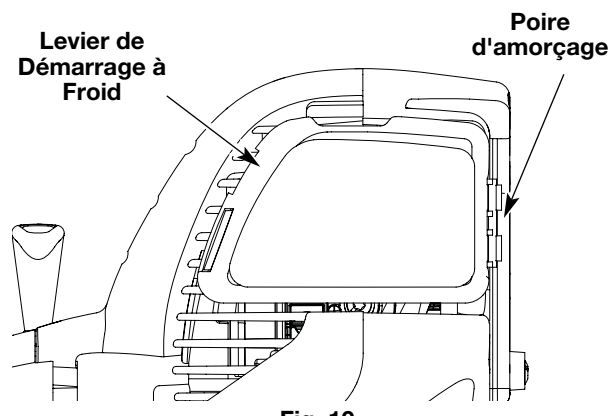

Fig. 10
2. Placez le bec du récipient d'essence dans l'orifice du réservoir (Fig. 10) et remplissez celui-ci.
3. Pressez et relâchez la poire d'amorçage à 10 reprises, lentement. Une certaine quantité de **carburant devrait être visible dans la poire d'amorçage** et les conduites de carburant (Fig. 10). Si vous n'apercevez pas de carburant dans la poire, pressez et relâchez la poire autant de fois que nécessaire jusqu'à ce que vous aperceviez du carburant dans cette dernière.